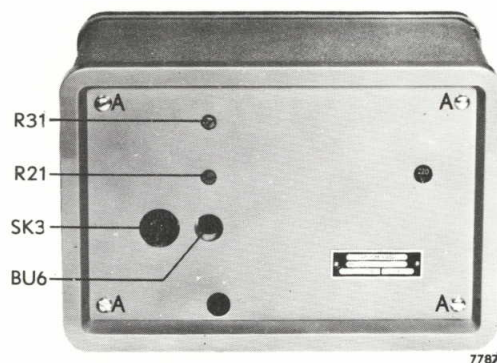

Fig. 2. Achteraanzicht
1. Verwijder de 4 schroeven "A" (fig. 2) en neem de achterwand af.